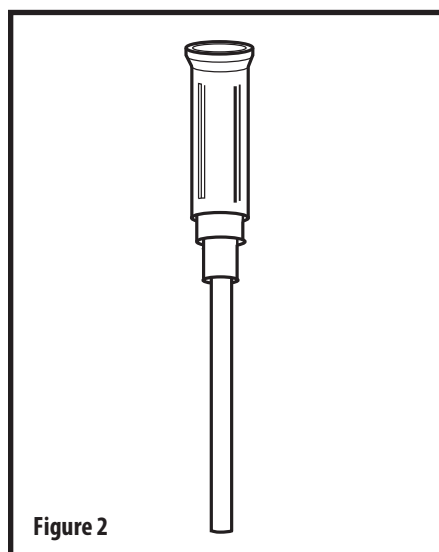

Figure 2
- 導入カニューレ (図 2 を参照) を空腸ポートに挿入し、ハブが空腸栄養補給ポートに接触し、誘導カニューレが